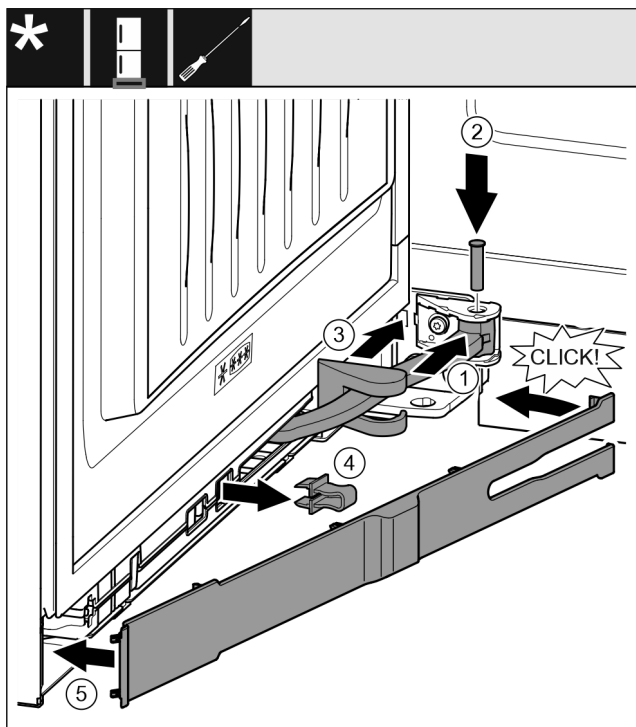

Fig. 41
- Ruotare il giunto Fig. 41 (1) nella sospensione.
- Con un cacciavite Fig. 41 (2) inserire i perni nella sospensione e nel giunto. Assicurarsi che la camma di arresto sia posizionata correttamente nella scanalatura.
- Spostare la copertura del blocco di supporto Fig. 41 (3) lungo il giunto e montarla sulla sospensione.
- Rimuovere il fusibile Fig. 41 (4).
- Applicare la maschera Fig. 41 (5) dal lato della maniglia e ruotarla verso l'interno.